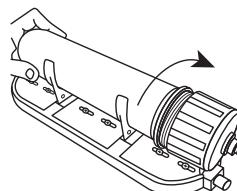

Рис. 20
5.8.6. Закрутите крышку корпуса мембранны (Рис. 20).